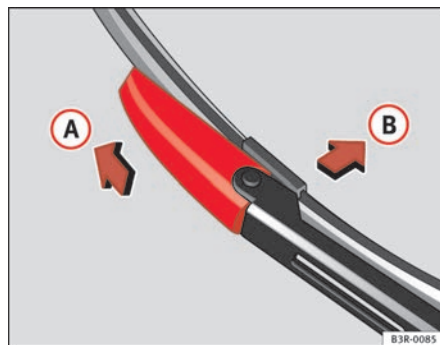

Fig. 177 Smontaggio della spazzola
- Spingere il blocco della spazzola tergicristallo in direzione della freccia ⇒ fig. 177 **A**. Allo stesso tempo mantenere ferma la spazzola.